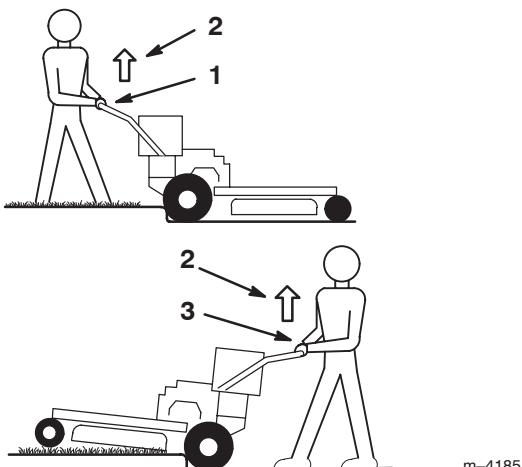

Figure 21
3. Conduisez la machine jusqu'à ce que les roues pivotantes rencontrent la bordure (Fig. 21).
4. Soulevez l'avant de la machine en appuyant sur le guidon (Fig. 21).
5. Conduisez la machine jusqu'à ce que les roues motrices touchent la bordure (Fig. 21).
6. Abaissez l'avant de la machine (Fig. 21).
3. Conduisez la machine jusqu'à ce que les roues motrices touchent la bordure (Fig. 21).